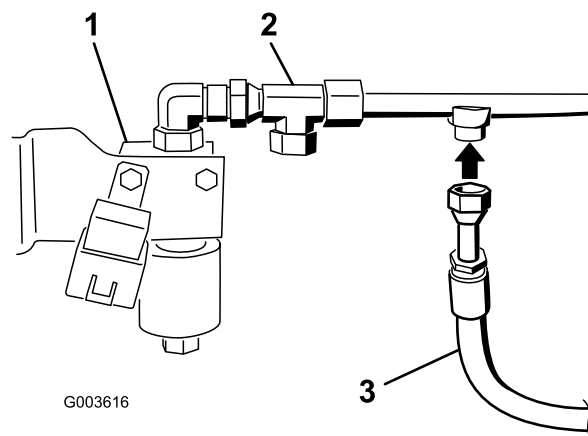

Figura 28
7. Instale la manguera hidráulica con acoplamiento en el adaptador del acoplamiento en T conectado a la parte superior de la válvula (Figura 28).